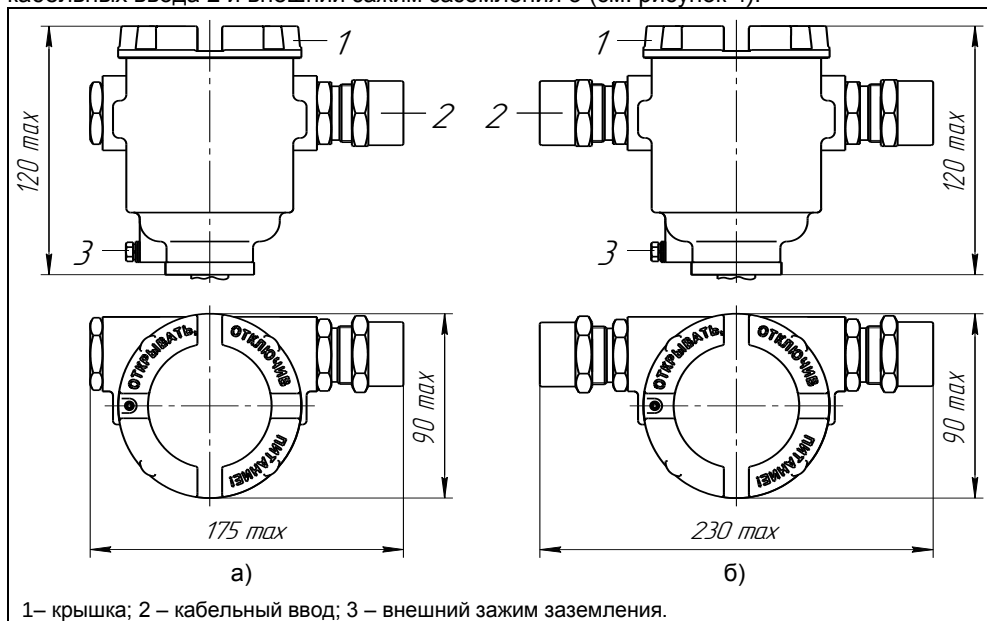

Рисунок 4 – Варианты исполнения корпуса :
1.4.2 Корпус преобразователя имеет съёмную крышку 1, один или два кабельных ввода 2 и внешний зажим заземления 3 (см. рисунок 4).